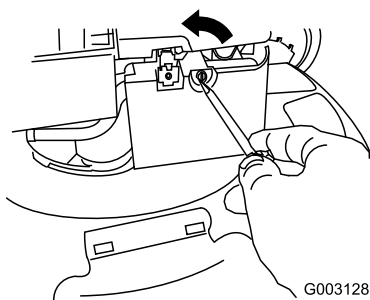

Figura 42
2. Utilice un destornillador para abrir la tapa del filtro de aire (Figura 42).